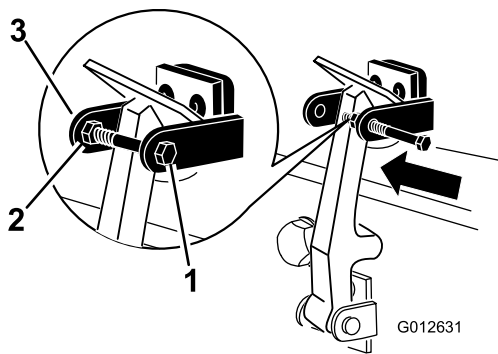

Figura 8
7. Aperte o parafuso no outro braço do suporte do trinco do capot e prenda o trinco na posição (Figura 8). Aperte o parafuso firmemente, mas não aperte a porca.